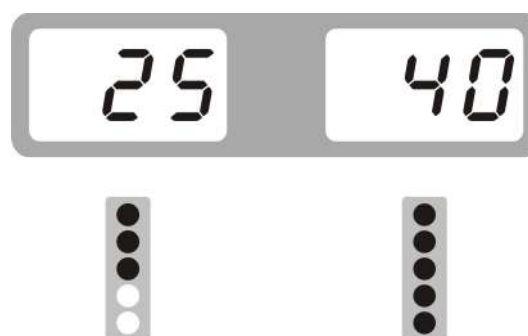

Рис.3
6) Медленно вращайте колесо против часовой стрелки вручную до тех пор, пока внешний индикатор дисбаланса полностью не загорится. В это время самая высокая точка (12 часов) внешнего обода является правильной точкой крепления грузика. Добавьте соответствующий вес в этом положении. См. Рис.3